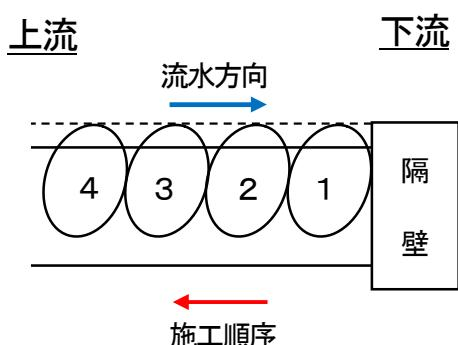

図 2. 15 施工順序
⑤ 玉石の径 4/5 程度を胴込コンクリートに埋め込む (1/5 程度露出している)。(図 2. 13 参照)